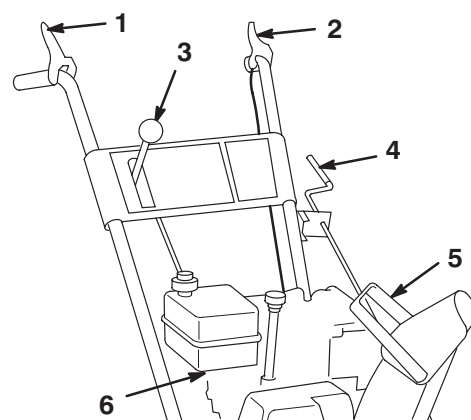

Figure 13
- **Commande de tarière/roue hélice** (Fig. 13)—Pour embrayer la tarière et la roue hélice, serrez la manette contre la poignée du mancheron de droite. Pour les débrayer, lâchez la manette.
- **Commande de traction** (Fig. 13)—Pour embrayer la traction (entraînement des roues), serrez la manette contre la poignée du mancheron de gauche. Pour arrêter la traction, lâchez la manette.
- **Levier de changement de vitesse** (Fig. 13)—Cette commande offre quatre vitesses : trois vitesses de marche avant et la marche arrière. Pour changer de vitesse, placez le levier dans la position souhaitée. Le levier s'engage dans un cran pour chaque vitesse choisie.
- **Commande d'orientation de l'éjecteur** (Fig. 13)—Tournez la commande d'orientation dans le sens des aiguilles d'une montre pour déplacer l'éjecteur vers la gauche, ou en sens contraire pour le déplacer vers la droite.
- **Poignée du déflecteur** (Fig. 13)—Déplacez la poignée du déflecteur vers l'avant pour rejeter la neige plus bas ou vers l'arrière pour la rejeter plus haut.
- **Robinet d'essence** (Fig. 13)—Fermez le robinet en le tournant dans le sens des aiguilles d'une montre et ouvrez-le en le tournant dans le sens contraire des aiguilles d'une montre. Fermez le robinet lorsque vous n'utilisez pas la déneigeuse.
3. Relâchez les manettes de tarière/roue hélice et de commande de traction (Fig. 13).
11. Sélectionnez la première (Fig. 13), serrez la manette de commande de traction contre la poignée, puis relâchez-la. Si la déneigeuse se met à avancer avant que vous ayez engagé la manette de commande ou après que vous l'avez relâchée, reportez-vous à la rubrique Réglage de la courroie d'entraînement de traction, page 22.